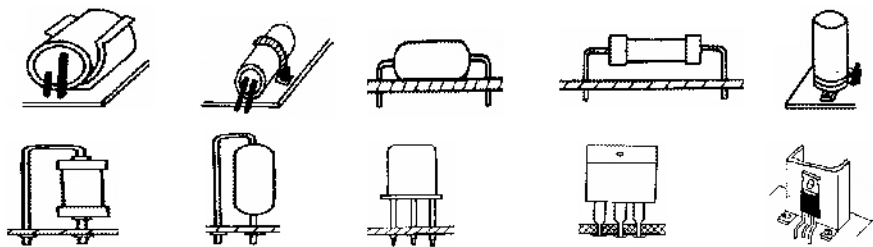

图 1-5 元器件插装
(2) 元器件的插装。①卧式插装：卧式插装是将元器件紧贴印制电路板插装，元器件与印制电路板的间距应大于 1mm。卧式插装法元件的稳定性好、比较牢固、受震动时不易脱落；②立式插装：立式插装的特点是密度较大、占用印制板的面积少、拆卸方便。电容、三极管、DIP 系列集成电路多采用这种方法。如图 1-5 所示。